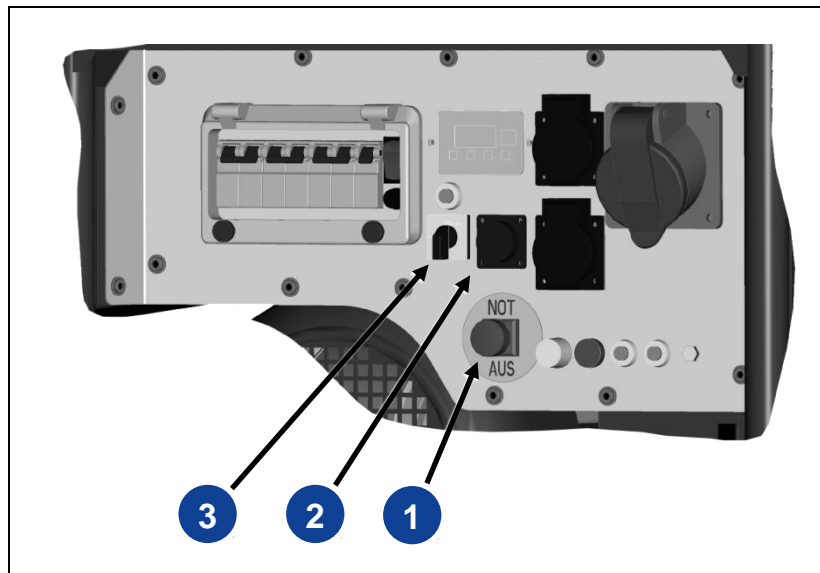

Abb. 5-3: Fernstarteinrichtung
1. Schutzkappe der Fernstartsteckdose (Abb. 5-3-(2)) gegen den Uhrzeigersinn abdrehen.
1. Stromerzeuger ausschalten (Motorstart-Schalter (Abb. 5-3-(3)) in Stellung „OFF“!
- Motorstart-Schalter (Abb. 5-3-(3)) steht in Stellung „OFF“
HINWEIS Stellen Sie sicher, dass der Motorstart-Schalter (*Abb. 5-3-(3)*) des Stromerzeugers in Position „OFF“ gestellt bleibt. Andernfalls bleibt der Steuerstromkreis des Stromerzeugers unter Spannung, was dazu führen kann, dass die Starterbatterie entladen wird.
In der Ausführung mit Fernstarteinrichtung ist der Stromerzeuger mit einer NOT-AUS-Funktion ausgerüstet. Dadurch wird sichergestellt, dass der Stromerzeuger bei einer Gefahrensituation oder einer Störung immer und schnellstmöglich über den deutlich gekennzeichneten NOT-AUS-Schalter (*Abb. 5-3-(1)*) am Gerät gestoppt werden kann.
1. Roten Knauf des NOT-AUS-Schalters (*Abb. 5-3-(1)*) durch Drücken oder Schlagen betätigen
1. Drehen Sie den Knauf des NOT-AUS-Schalters (*Abb. 5-3-(1)*) nach links oder rechts, bis er aus der verriegelten Position herausspringt.